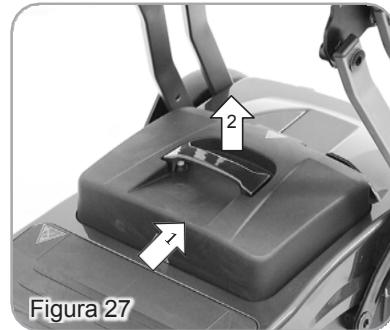

Figura 27
- A caixa da bateria foi concebida para uma melhor estabilidade. Siga as instruções para desmontar a caixa da bateria (Figura 27). Empurre a bateria para trás (1) e puxe-a para cima (2).